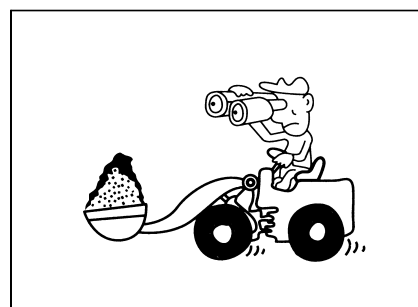

Рис.1-24
- Так как данное оборудование имеет рабочие устройства, на переднем кругозоре есть препятствие. Кроме того, при погрузке груза вес в основном действует на передние колеса. При движении по дороге следует обращать внимание на переднюю и заднюю устойчивость погрузчика (рис. 1-24).